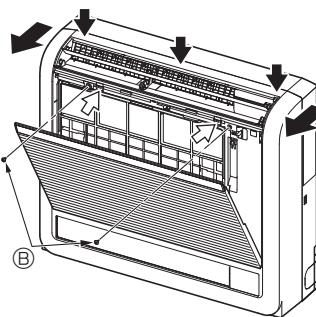

Fig. 3-3
- Надавите в 2-х местах, указанных стрелками ⚡, и откройте переднюю решетку. (Fig. 3-3)